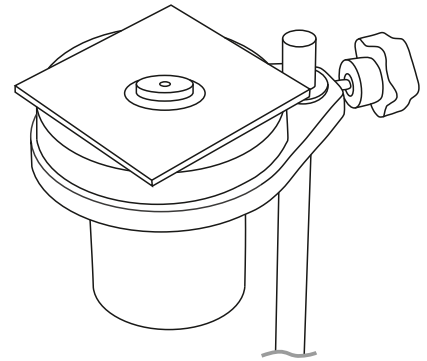

Bild 1
- 1 Befestigen Sie den Becher am Ständer^a und richten Sie ihn mithilfe der mit dem Ständer gelieferten Glasplatte und Libelle aus (Bild 1).